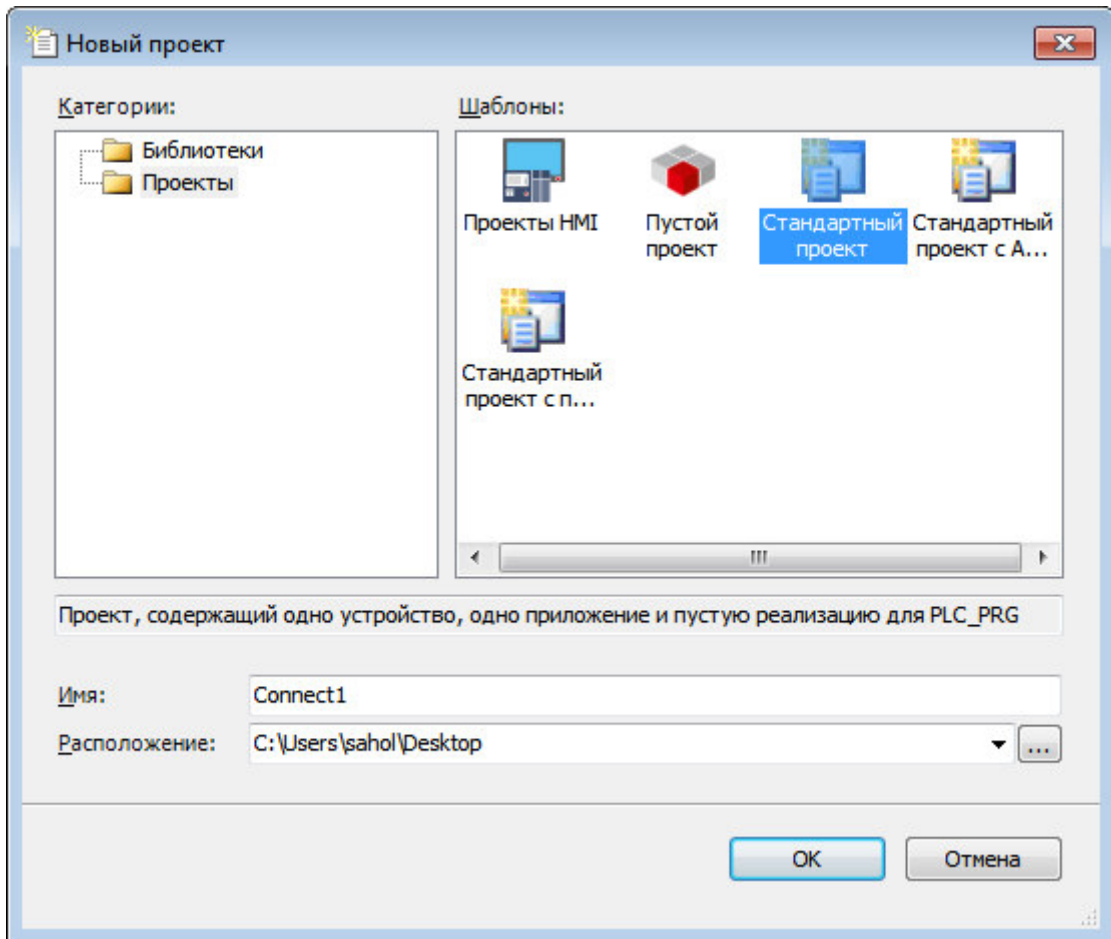

Рисунок 3.2 – Создание шаблона стандартного проекта
2. В окне «**Новый проект**» (рисунок 3.2) в списке **Шаблоны:** выбрать шаблон **Стандартный проект**.